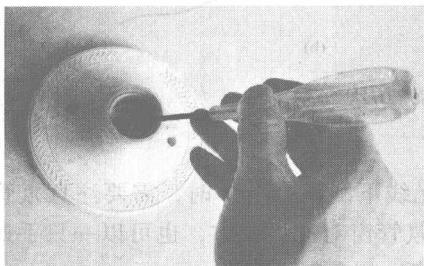
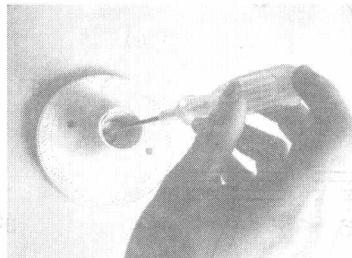

图 1-6 试电笔错误操作之一
图 1-7 试电笔错误操作之二
事例。当然不是电工可能不知道试电笔的正确操作，但是在实际工作中马虎的电工也不免犯一些错误，如图1-6所示就是一例错误的操作。
**禁忌精析** 图1-6中有两大错误，一是接触笔尖金属杆探头，二是未接触笔尾金属体螺母。结果，不但不能够测试电，反而被电击。图1-7中虽然具有正确的手握操作方法，但是试电笔接触螺口插头时，相线与中性线碰触，出现火花，并引发短路。图1-6、图1-7中使用的试电笔均没有绝缘套管，也是犯了试电笔操作的一禁忌。